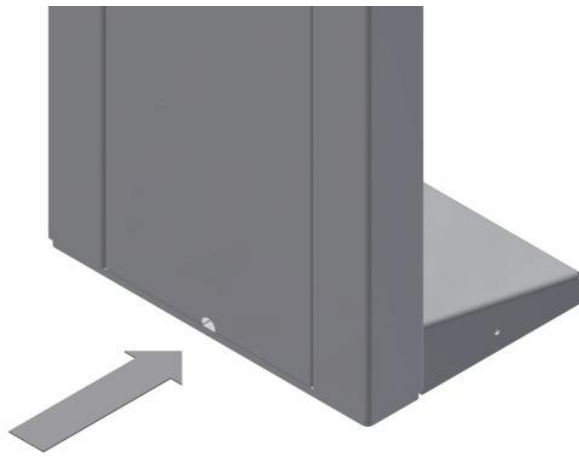

Рисунок 14 – Отверстие под проводку
- 5) Перед установкой турникета завести в него кабели управления и питания и убедиться, что ни один кабель не повреждён и не пережимается при установке. Для ввода кабелей используйте отверстие под проводку (рис. 14).